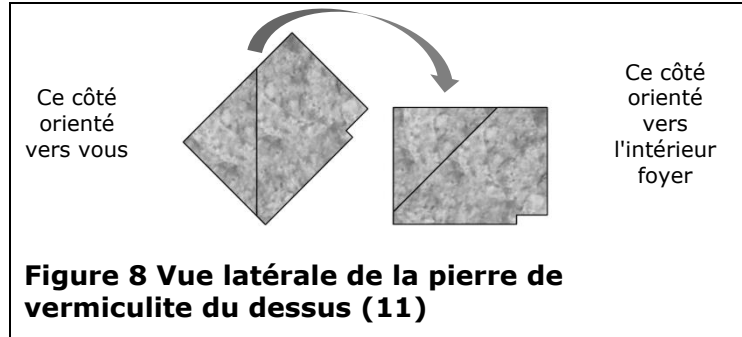
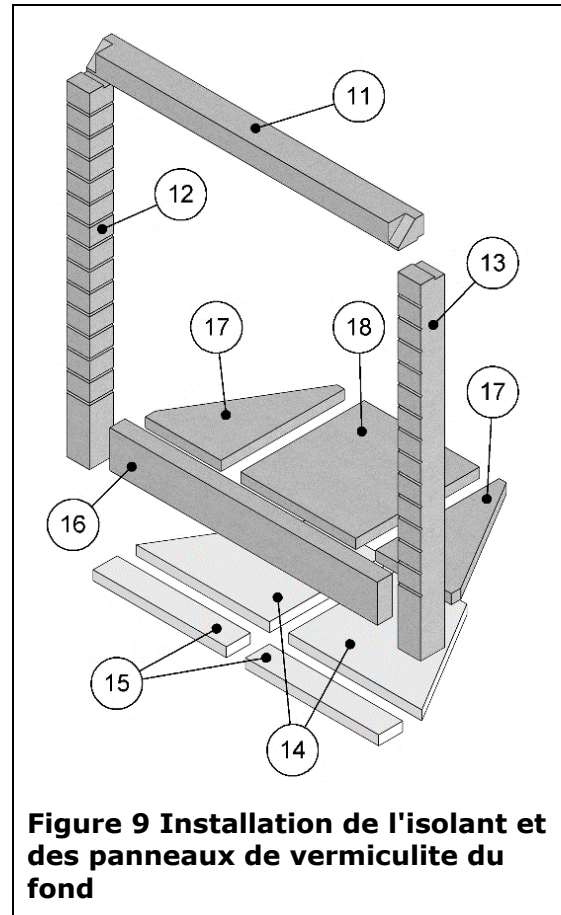

Figure 8 Vue latérale de la pierre de vermiculite du dessus (11)
Figure 9 Installation de l'isolant et des panneaux de vermiculite du fond
Reportez-vous à la Figure 8 et à la Figure 9 pour la procédure d'installation ci-dessous :
la façon indiquée dans la partie gauche de la Figure 8. De l'intérieur du foyer, faites glisser la pierre le long de la façade jusqu'en haut. Faites tourner la pierre de 45° vers l'arrière comme indiqué à la Figure 8. L'encoche reposera sur le rebord de métal. Tenez la pierre d'une main.
15. En tenant la pierre de vermiculite du dessus (11), installez les pierres de vermiculites avant gauche (12) et droite (13) de chaque côté, avec la partie surélevée du dessus vers l'avant. Les pierres droite et gauche devraient maintenant soutenir la pierre de vermiculite du dessus.
16. Nettoyez le fond de la boîte à feu et posez les panneaux isolants de fond arrière (14) puis les deux panneaux isolants de fond avant (15). Assurez-vous que les panneaux isolants sont bien serrés les uns contre les autres et aussi près que possible de l'avant.
17. Installez la marche à cendres (16), le plus en avant possible.
18. Placez les pierres de vermiculites du fond (17 et 18) tel qu'indiqué à la Figure 9.